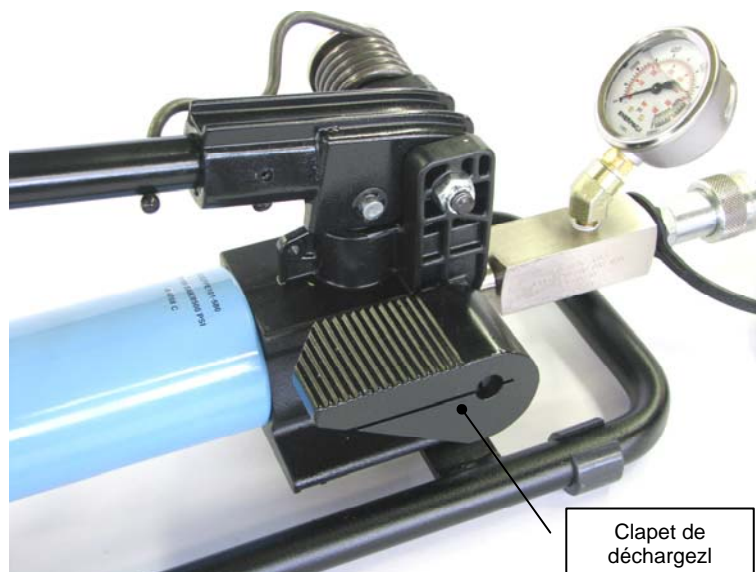

Figure 7
3. Si l'outil est équipé d'un raccord mâle du tuyau peut être changé avec d'un accouplement femelle en utilisant un adaptateur (voir figure 7)